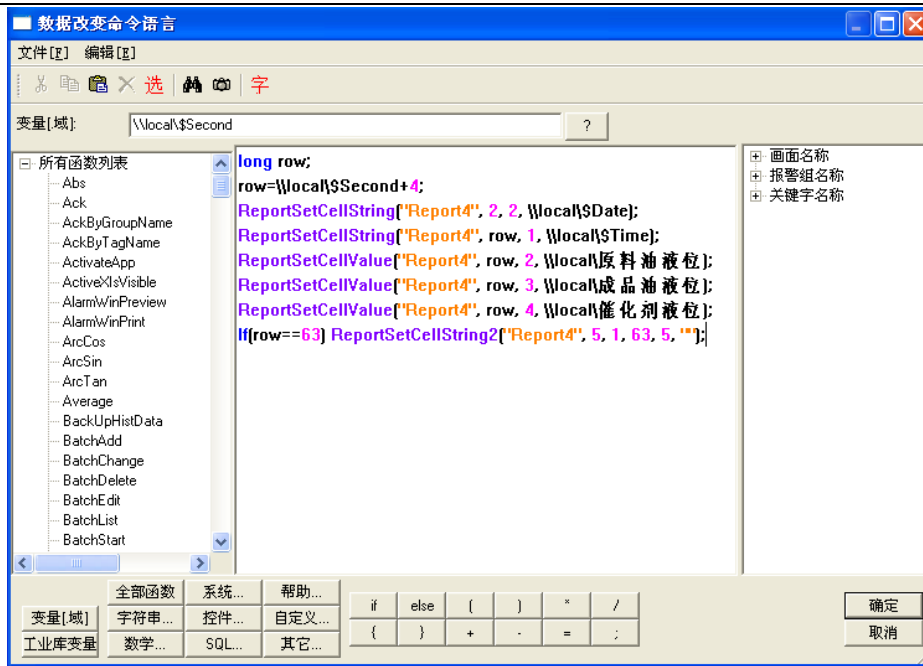

图 8-24
4、在工程浏览器窗口左侧“工程目录显示区”中选择“命令语言”中的“数据改变命令语言”选项，在右侧“目录内容显示区”中双击“新建”图标，在弹出的编辑框中输入如下脚本语言，如图 8-24 所示。